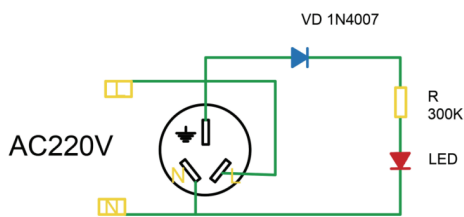

图3-一种电器设备外壳漏警示装置
6、可以将产品插头设计成一个带有漏电指示功能的插头。只要使用220V交流电源的电器设备外壳带电，该插座面板上的LED指示灯便会点亮，告知用户“电器漏电，注意安全”。提供如图3的解决方案：